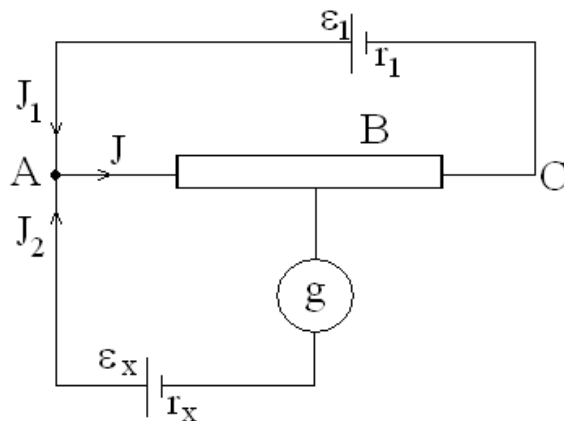

Рис.2
Принципиальная схема измерения электродвижущей силы неизвестного элемента компенсационным методом представлена на рис. 2, где  $g$  – чувствительный гальванометр для фиксации тока через исследуемый источник тока;  $AB$  – реохорд с подвижным контактом  $D$  (полное сопротивление  $R$  участка
*Принцип метода* состоит в том, что два элемента различных ЭДС  $\varepsilon_1$  и  $\varepsilon_x$  включают полюсами навстречу друг другу и добиваются исчезновения тока  $I_2$  через исследуемый элемент  $\varepsilon_x$  ( $\varepsilon_x$  должна быть меньше  $\varepsilon_1$ , поэтому в качестве элемента  $\varepsilon_1$  часто используют батарею аккумуляторов). Для общего случая, показанного на рис. 2, по первому закону Кирхгофа для узла  $A$  имеем